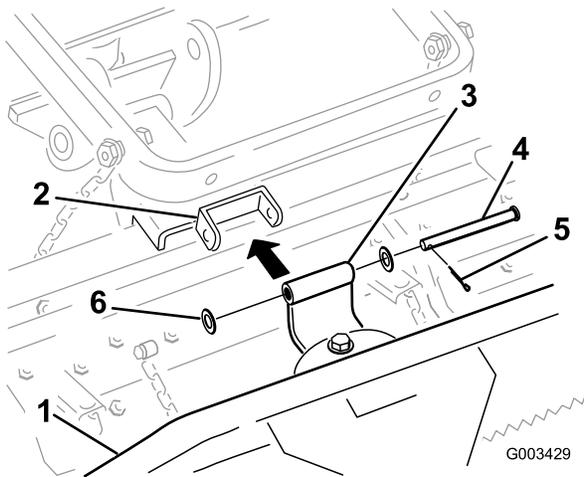

Figure 5
- Connectez le support de pivot au râteau d'entretien comme illustré à la Figure 5 avec un axe de chape (1/2 x 4-1/2"), 2 rondelles (0,531 x 1,063) et une goupille fendue.